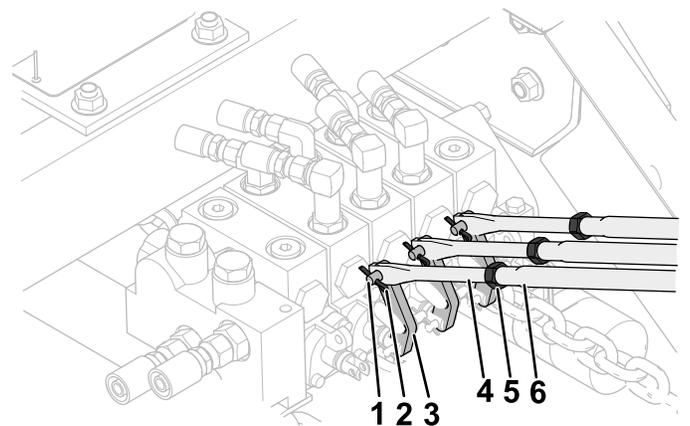

**Figure 9**
6. Vérifiez que les leviers des tiroirs de soupapes (Figure 9) sont à la position neutre (centrale) en les faisant pivoter vers la soupape, puis en les tirant en arrière pour trouver la position centrale.
11. Alignez le trou au bout de la tige de commande inférieure (Figure 10) sur la goupille de fixation du levier de soupape de commande (Figure 9).